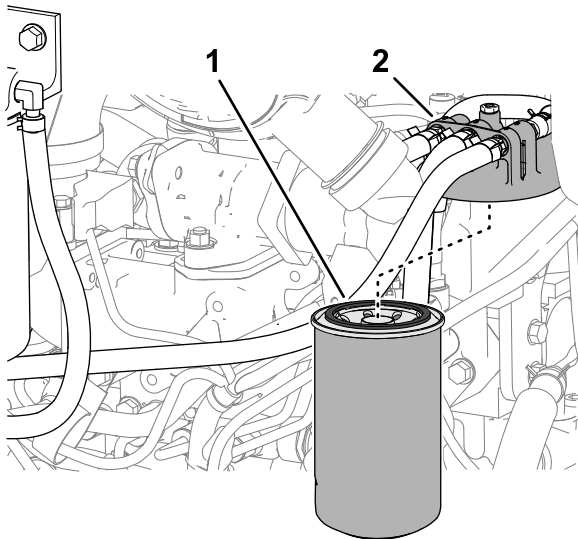

Figura 130
3. Limpie la zona alrededor de la cabeza del filtro de combustible (Figura 130).
4. Retire el filtro y limpie la superficie de montaje de la cabeza del filtro (Figura 130).